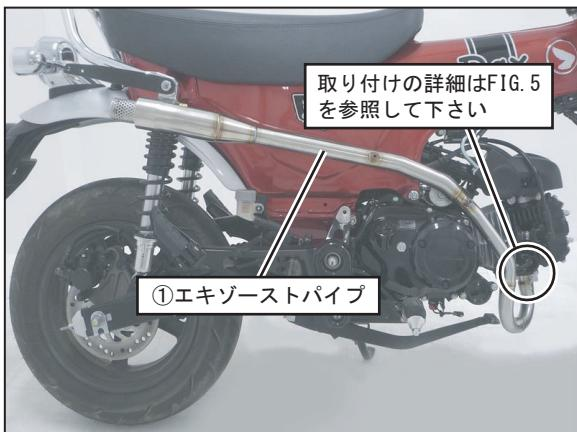

FIG. 4
4. 純正エキゾーストガスケットを新品に交換し、①エキゾーストパイプをエンジンの排気ポート部に⑨ロングフランジナットM8を使用して仮締めして下さい。 (FIG. 4, 5 参照)